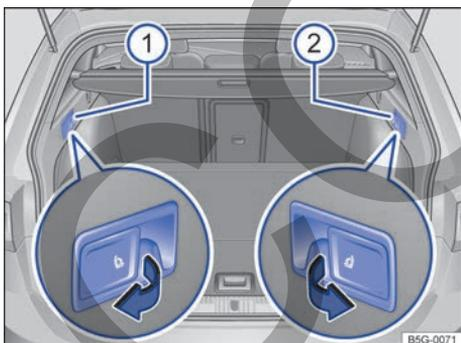

Fig. 79 En el maletero (Variant): palancas para desbloqueo de la parte izquierda ① y la parte derecha ② del respaldo trasero desde el maletero.
- Tire de la palanca de desbloqueo de la parte izquierda → fig. 79 ① o derecha ② del respaldo del asiento trasero en el sentido de la flecha. La parte desbloqueada del respaldo se abate automáticamente hacia delante.